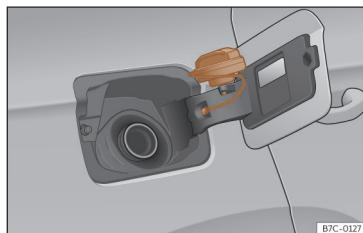

Fig. 177 Tampa do depósito com o tampão encaixado.
• Coloque-a no espaço existente na dobradiça da tampa aberta >>> **Fig. 177.**